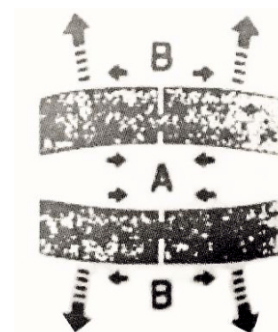

Рисунок 6
- Находящееся под механическим повреждением дерево (рис. 6) необходимо вначале надпилить на стороне сжатия (А). Только после этого можно произвести распил со стороны растяжения (В). Это позволяет избежать зажатия полотна пилы.